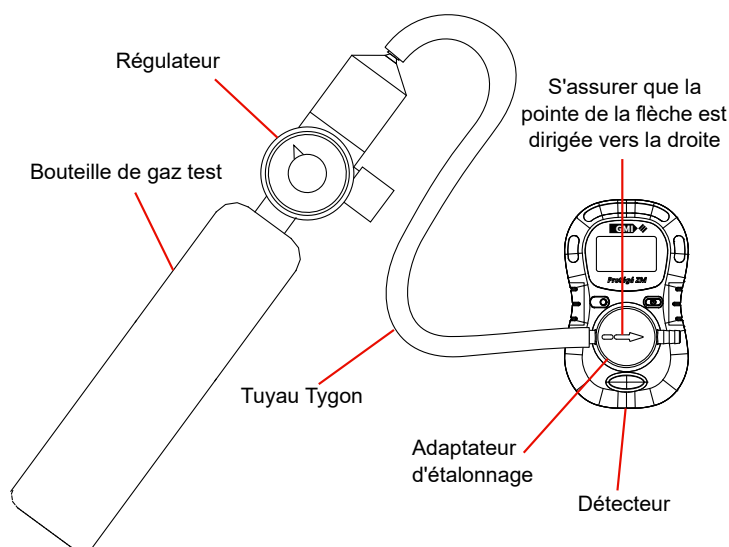

Figure 4-1: Test fonctionnel - Adaptateur d'étalonnage fixé
4. Fixez l'adaptateur d'étalonnage au détecteur et appliquez le gaz (consultez la Figure 4-1: Test fonctionnel - Adaptateur d'étalonnage fixé).
REMARQUE : Assurez-vous que l'adaptateur d'étalonnage est bien inséré sur le détecteur, la pointe de flèche dirigée vers la droite (consultez la Figure 4-1: Test fonctionnel - Adaptateur d'étalonnage fixé).